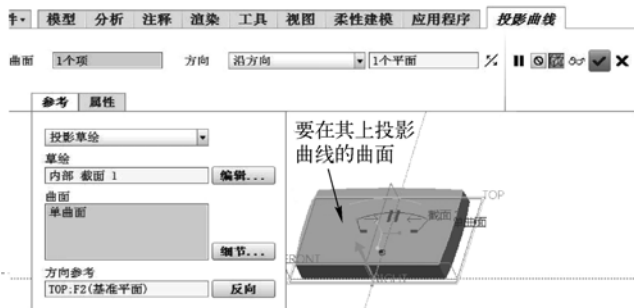

图 7-159 投影设置
- 5 选择要在其上投影曲线的曲面，方向选项为“沿方向”，接着激活“方向参照”收集器，选择“TOP（基准平面）”，如图 7-159 所示。